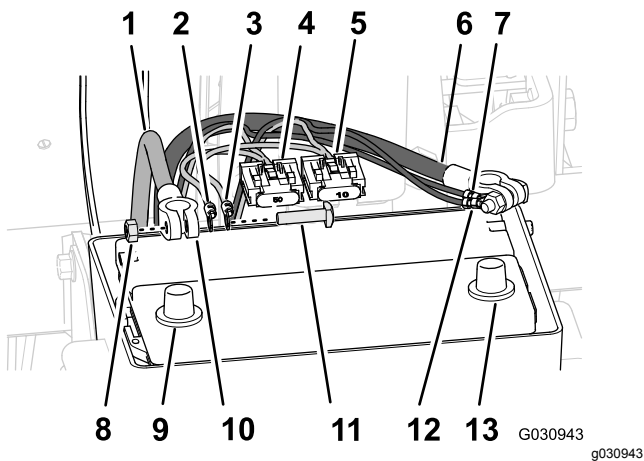

图170
- 将后线束的正极端子红线、负极端子黑线和 50A 保险盒向上放置于电池盒与机器底盘之间图170。
- 从正极和负极电池接线的端子卸下 T 形螺栓和六角螺母(图170)。
- 将 T 形螺栓穿过后线束的正极端子红线、导航电气线束的正极端子以及正极电池接线的端子图170。
- 用六角螺母松松地固定端子和 T 形螺栓图170。
- 将 T 形螺栓穿过后线束的负极端子黑线、导航电气线束的负极端子以及负极电池接线的端子图170。